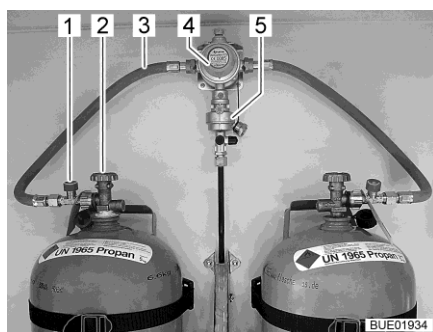
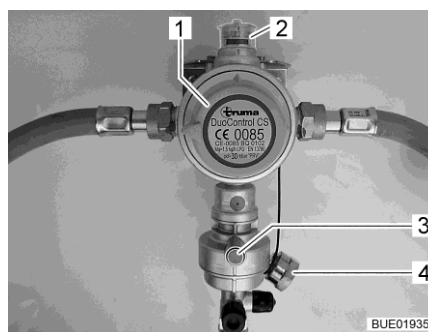
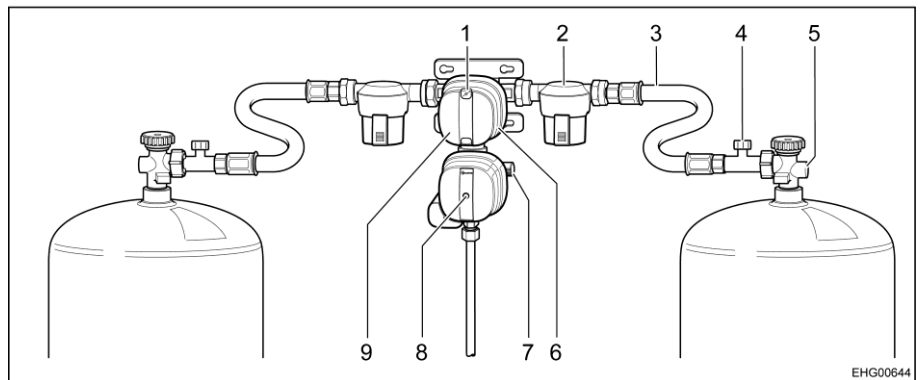

Fig. 64 Bouteilles de gaz avec DuoControl
Fig. 65 Système de réglage DuoControl
Fig. 66 Système de réglage de la pression de gaz DuoControl CS
Le système de réglage DuoControl se compose d'une valve de commutation (Fig. 64,4) et d'un capteur de crash (Fig. 64,5). Le système de réglage est monté entre les lyres (Fig. 64,3) avec une sécurité de rupture de tuyau (Fig. 64,1). Un bouton rotatif (Fig. 65,1) situé sur la valve de commutation permet de définir laquelle des bouteilles de gaz est celle de service et laquelle est celle de réserve.
L'état de l'alimentation en gaz est affiché sur le regard (Fig. 65,2) :
Le fonctionnement avec une seule bouteille de gaz est autorisé, la prise à découvert doit cependant être obturée avec le couvercle borgne (Fig. 65,4) dans ce cas-là.
Le capteur de crash coupe l'arrivée du gaz en cas de secousses importantes (par exemple accident). Le capteur de crash s'active en appuyant sur le bouton Reset vert (Fig. 65,3).
La sécurité de rupture de tuyau (Fig. 64,1) coupe l'arrivée de gaz quand le tuyau raccordé se rompt. La sécurité de rupture de tuyau s'active en appuyant sur la touche verte.
Le système de réglage DuoControl se compose d'une valve de commutation avec capteur de crash (Fig. 66,9). Le système de réglage DuoControl est monté entre les tuyaux haute pression (Fig. 66,3) avec une sécurité de rupture de tuyau (Fig. 66,4). Un bouton rotatif (Fig. 66,6) situé sur la valve de commutation permet de définir laquelle des bouteilles de gaz est celle de service et laquelle est celle de réserve.
L'état de l'alimentation en gaz est affiché à l'indicateur d'état (Fig. 66,1) :
Le fonctionnement avec une seule bouteille de gaz est autorisé, la prise à découvert doit cependant être obturée avec le bouchon à vis (Fig. 66,7) dans ce cas-là.
**Capteur de crash** Le capteur de crash coupe l'arrivée du gaz en cas de secousses importantes (par exemple accident). Le capteur de crash s'active en appuyant sur le bouton Reset jaune (Fig. 66,8).
**Sécurité de rupture de tuyau** La sécurité de rupture de tuyau (Fig. 66,4) coupe l'arrivée de gaz quand le tuyau raccordé se rompt.
**Unité de commande** L'arrivée du gaz s'ouvre et se ferme sur l'unité de commande (Fig. 67) au moyen du système de réglage DuoControl. Les robinets principaux (Fig. 66,5) des bouteilles de gaz et les robinets d'arrêt de gaz des appareils doivent être ouverts manuellement.
- Choisir la bouteille de gaz avec le bouton rotatif (Fig. 66,6) de la valve de commutation à partir de laquelle le gaz sera utilisé principalement (bouteille de service). Toujours tourner le bouton rotatif à fond.
- Ouvrir les robinets principaux (Fig. 66,5) des bouteilles de gaz.
- Activer la sécurité de rupture de tuyau. Appuyer pour ce faire sur la touche verte (Fig. 64,1) ou pendant environ 5 secondes sur la sécurité de rupture de tuyau (Fig. 66,4) . Le repère vert est indiqué sur le regard et sur l'indicateur d'état (Fig. 66,1).
- Fermer les robinets principaux (Fig. 64,2 et Fig. 66,5) des bouteilles de gaz.
Le voyant de contrôle vert (Fig. 67,6) s'éteint durant le fonctionnement et le voyant de contrôle rouge (Fig. 67,5) s'allume quand la bouteille de service est vide et doit être remplacée. Le repère rouge est indiqué sur le regard (Fig. 64,2) et sur l'indicateur d'état (Fig. 66,1). La bouteille de réserve alimente les appareils à gaz.
- Tourner le bouton rotatif (Fig. 66,6) d'un demi-tour en direction de la bouteille de gaz actuellement utilisée. Cette bouteille de gaz devient alors la bouteille de service, la bouteille vide devient celle de réserve. Le repère dans le regard (Fig. 64,2) et sur l'indicateur d'état (Fig. 66,1) passe du rouge au vert.
- Fermer le robinet principal (Fig. 64,2 ou Fig. 66,5) sur la bouteille de gaz vide. Observer le sens de la flèche.
- Activer la sécurité de rupture de tuyau. Appuyer pour ce faire sur la touche verte (Fig. 64,1) ou appuyer pendant environ 5 secondes sur la sécurité de rupture de tuyau (Fig. 66,4).